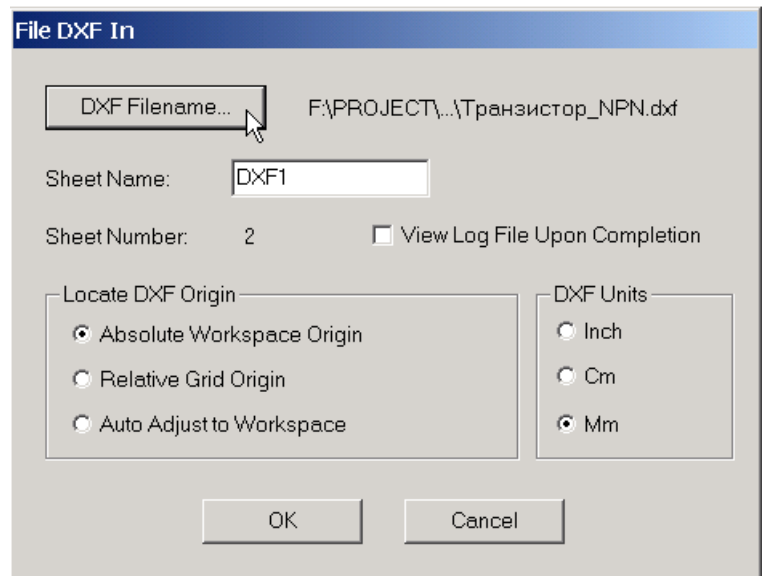

Рис. 5-11. Загрузка DXF файла
5) Настройки на панели **File DXF In** (см. рис. 5-11) будут зависеть от особенностей конкретного проекта.